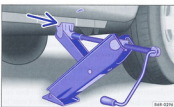

Fig. 161 Positionnement du cric à l'arrière, du côté gauche du véhicule.
8. Ajustez le cric et continuez simultanément à faire monter la griffe du cric jusqu'à ce qu'elle entoure la nervure sous le véhicule ⇒ page 268, fig. 161 (flèche).
- Positionnez le cric uniquement aux points décrits. La griffe du cric doit entourer la nervure du bas de caisse ⇒ page 268, fig. 161.